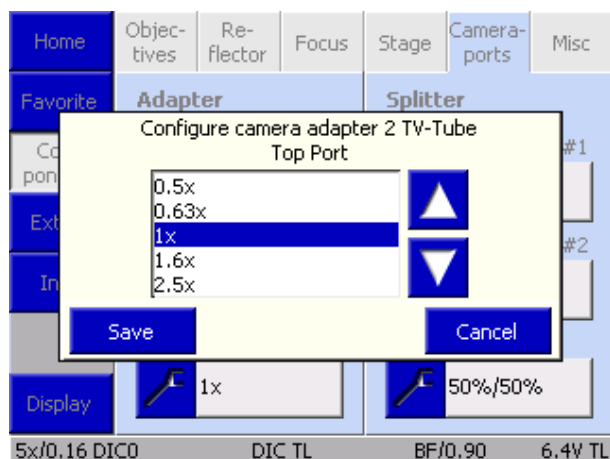

Fig. 147 Choix de l'adaptateur pour caméra
- Pour attribuer un adaptateur à un bouton, appuyer sur le bouton gris. La liste **Configure Camera Adapter** (Fig. 147) s'ouvre.